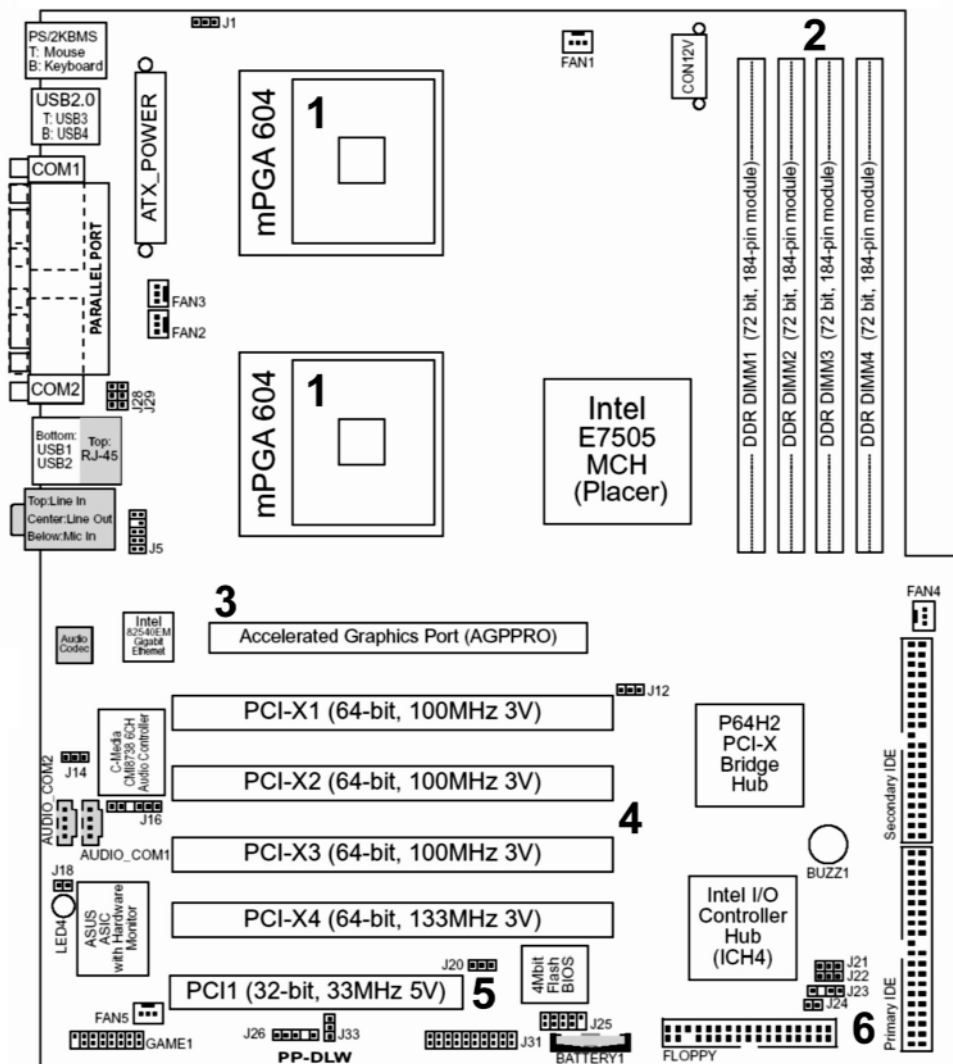

Abbildung 1.20 Motherboard für zwei Prozessoren (1). Vorzugsweise für Workstations (Asus)
- Graphik-Subsystem: so leistungsfähig wie nötig (Sache der Anwendungssoftware). Die Anforderungen sind heutzutage beachtlich (hohe Auflösung, 3D, bewegte Bilder). Erfordert entsprechend hochentwickelte Graphikhardware, die man beim Stand der Technik nur als Steckkarte bauen kann (vgl. den AGP-Pro-Slot in Abbildung 1.20).
- Arbeitsspeicher: so viel wie möglich, so schnell wie möglich, so preiswert wie möglich. Das Motherboard von Abbildung 1.20 kann mit verschiedenen Modultypen bestückt werden (gepuffert/ungepuffert, mit/ohne ECC-Bits).